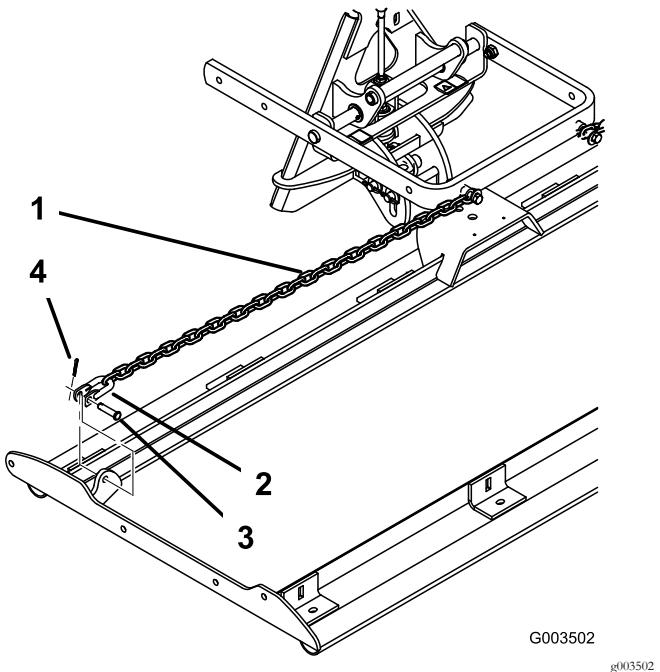

Figure 5
3. Vissez une manille dans le maillon inférieur de chaque chaîne sur le bras de levage (Figure 5).
4. À l'aide d'un axe de chape (3/8" x 1-1/2") et d'une goupille fendue, fixez chaque manille au support de tapis traînant comme montré à la Figure 5.